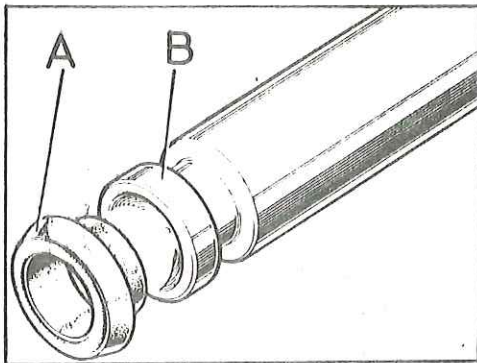

Fig. H-33 Posición de la empaquetadura
- 3.2. Instalar la empaquetadura, A (Fig. H-33) en el extremo del émbolo, asegurándose de que encaja en la garganta.